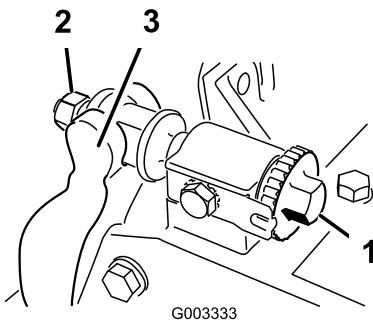

Figure 59
- 1. Tournez la vis de réglage de la barre d'appui dans le sens anti-horaire pour éloigner la contre-lame du cylindre (Figure 59).